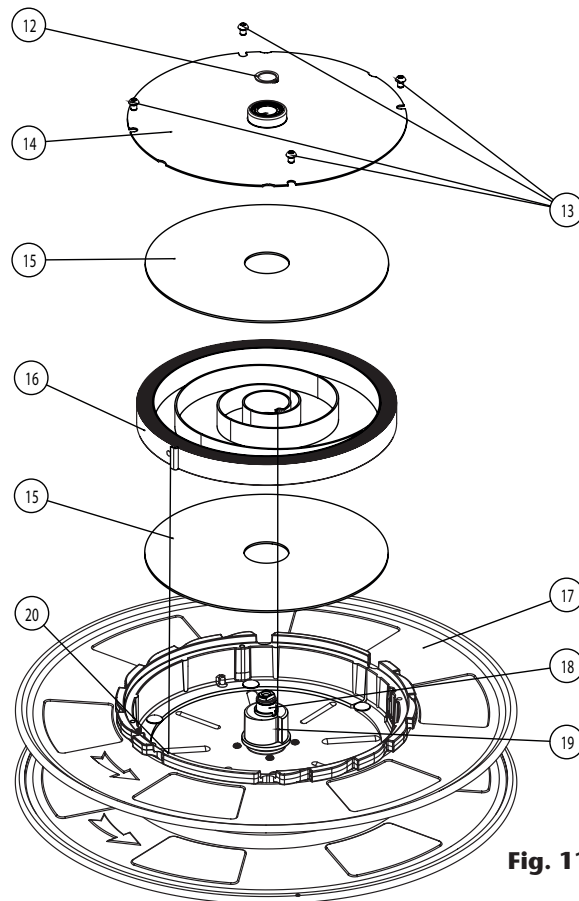

Fig. 11
7. With the spool lying flat, remove the circlip (12) (fig. 11) from the shaft. Next, loosen the bolts (13). Carefully lift up the power spring cover (14) which will come out with the bearing, all together. Take apart the silencer disc (15), and finally disassemble the power spring (16). Be careful to avoid remove the spring fixation (19) which could be slightly held to the power spring.
9. Apply a light coat of grease inside the spring case and cover. Carefully install the new power spring . Be sure, the power spring hooks are aligned with the spool (20) (fig. 11) and spring fixation (19) (fig. 14) hooks.
10. Once the power spring is in the case, assemble the silencer disc (15) (fig. 11) and the lid (14) (fig. 11).
11. Be sure the cover is aligned with the adjacent piece (the slots must be aligned). Then, fasten the lid with the bolts (13) (fig. 11).
12. After placing the lid, assemble the circlip (12) (fig. 11) and then, place the spool assembly on the hose reel frame.
7. Con el tambor apoyado en una superficie plana, retire el Circlip (12) (fig. 11) que fija el eje. Seguidamente, afloje los tornillos (13). Extraiga con cuidado la tapa (14) que saldrá junto con el rodamiento. Retire el disco silenciador (15) y seguidamente el resorte (16), tenga cuidado de no extraer la fijación resorte (19) que estará ligeramente sujeta al centro del resorte.
9. Aplique una ligera capa de grasa en el habitáculo para el resorte, y proceda a instalar el nuevo resorte tomando las mismas precauciones. Asegúrese de que los ganchos del resorte coinciden correctamente con los ganchos del tambor (20) (fig. 11) y de la fijación resorte (19) (fig. 11).
10. Una vez el resorte esté en el habitáculo, cubrirlo con el disco silenciador (15) (fig. 11) y con la tapa (14) (fig. 11).
11. Una vez colocada la tapa, girarla hasta que esté bien alineada con la pieza perimetral sobre la que encaja (las ranuras han de coincidir). Tras esto, apretar los tornillos (13) (fig. 11).
12. Tras montar la tapa, monte el circlip (12) (fig. 11) y lleve el conjunto tambor, al bastidor.